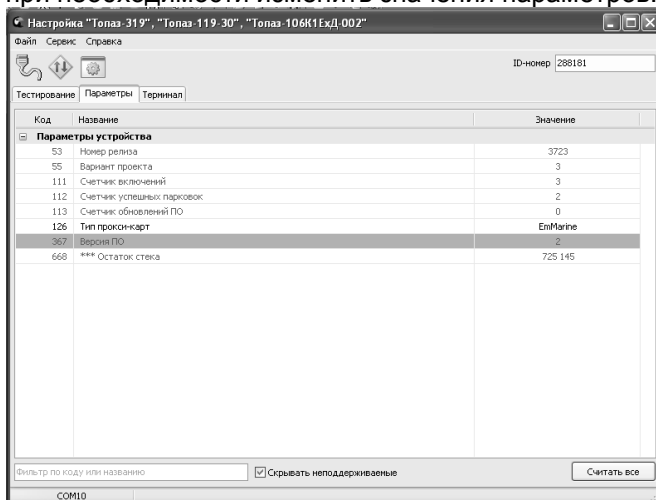

Рисунок 1
- в) перейти на вкладку "Параметры" (рисунок 1), на которой можно считать и при необходимости изменить значения параметров.